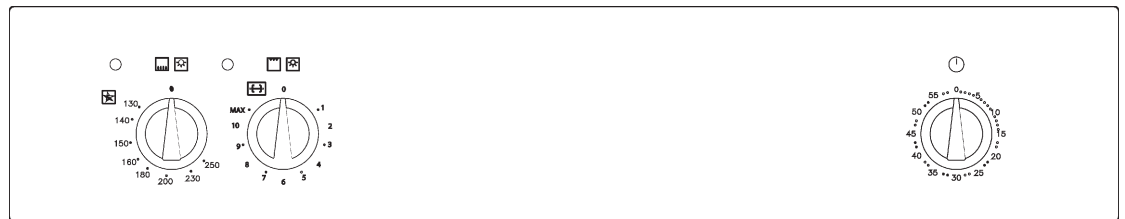

Abb. 12 - Fig. 12 - Рис. 12
**BESCHREIBUNG DER BEDIENBLENDE****GASOFEN MIT ELEKTROGRILL****BEDIENUNGSEINRICHTUNGEN (Abb. 12)**
**DESCRIPTION OF THE FRONT CONTROL PANEL****ОПИСАНИЕ ПАНЕЛИ УПРАВЛЕНИЯ****GAS OVEN WITH ELECTRIC GRILL****ГАЗОВАЯ ДУХОВКА С ЭЛ. ГРИЛЕМ****CONTROLS (Fig. 12)****ЭЛЕМЕНТЫ УПРАВЛЕНИЯ (Рис.12)**